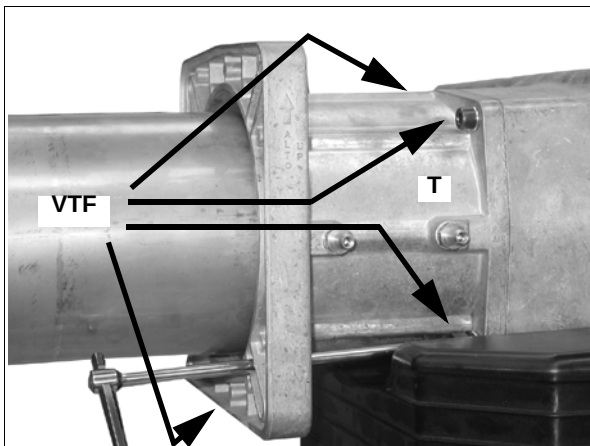

Fig. 4
- 2 Desmontar el botón embridado T extrayendo los 4 tornillos de cabeza hexagonal VTF (Fig. 4).